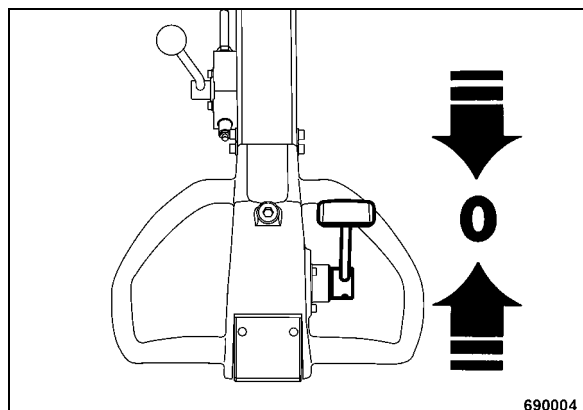

рис. 9
- Установить рычаг движения на "0" (рис. 9).